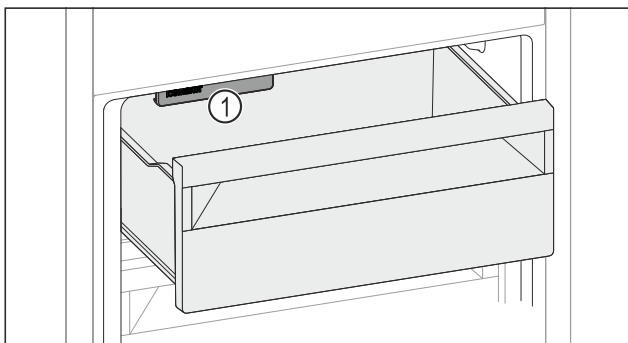

Fig. 236
- Mbani parasysh IceMaker Fig. 236 (1).